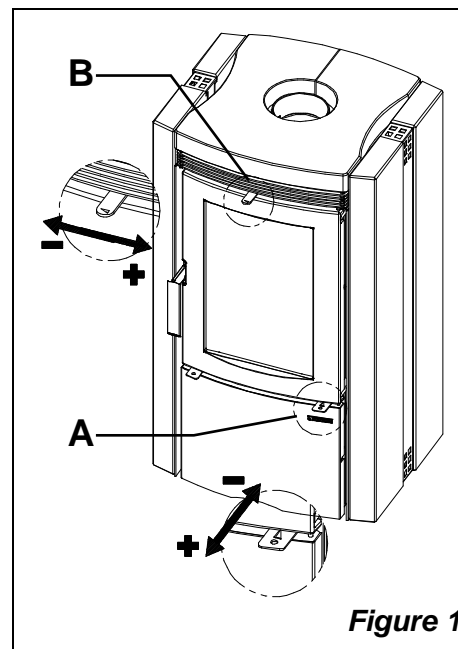

Figure 1
Le poêle est équipé d'un régulateur pour l'air primaire (Figure 1-A) - et d'un autre pour l'air secondaire (B) qui permettent de régler l'air de combustion.
Le régulateur d'air primaire, situé sous la porte du foyer (Figure 1 A) permet de régler le passage de l'air qui entre dans la partie inférieure du poêle et qui, à travers les conduits adéquats, est mené vers le combustible. L'air primaire est nécessaire au processus de combustion en phase d'allumage. Il faut vider régulièrement le tiroir cendres de façon à ce que les cendres ne puissent pas obstruer l'entrée de l'air primaire.
Le régulateur de l'air secondaire, situé au-dessus de la porte du foyer (Figure 1 B) doit également être ouvert (c'est-à-dire déplacé sur la droite), en particulier pour la combustion du bois, de sorte que le carbone non brûlé puisse subir une post-combustion. (voir Chap. 10).